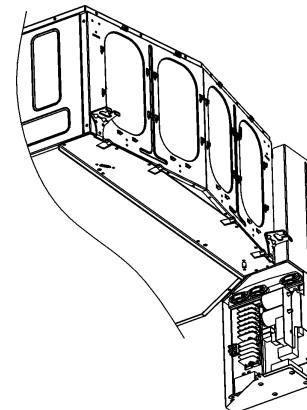

Fig. 28. Bajando la caja
2. Baje la caja (ver Fig. 28).